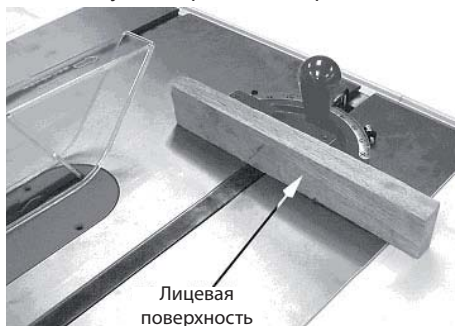

Рис. 27
- Для повышения безопасности при поперечном распиле неправильных по форме деревянных заготовок (Рис. 27) приложите его к угловому измерителю, используя отверстия измерителя.